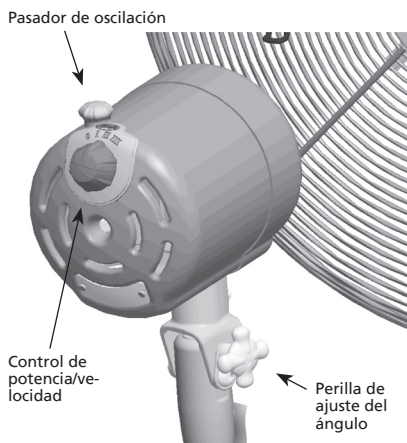

FIGURA 15
3. Encienda ("ON") o apague ("OFF") el ventilador girando el control de potencia / velocidad en sentido horario o antihorario. Vea la Figura 15. La energía siempre debe estar apagada (OFF) antes de desconectar el ventilador.
5. Para ajustar el flujo de aire hacia arriba o hacia abajo, afloje la perilla de regulación de ángulo debajo del motor. Vea la Figura 15. Coloque el ventilador en la posición deseada y apriete la perilla de regulación de ángulo.
6. Para hacer que el ventilador oscile, empuje hacia abajo el pasador. Para que el ventilador deje de oscilar, tire del pasador de oscilación hacia arriba. Vea la Figura 15.